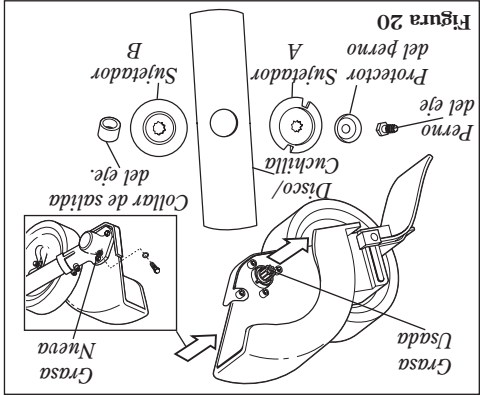

Figura 20
- Retire el accesorio de corte, el soporte del accesorio de corte y el collar de la caja de engranajes. Retire la tuerca del alimentador del costado de la caja de engranajes e introduzca grasa nueva a la caja hasta que la grasa usada salga. Use solamente grasa a base de litio, tal como grasa Shindaiwa para Caja de Engranes o su equivalente. Consulte la figura 20.